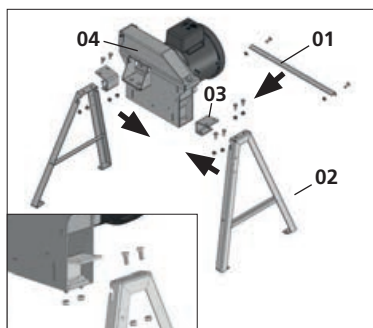

Fig. 01
A continuación, coloque y fije la parte inferior de la placa de conexión (3) en el cuerpo del triturador (4) y la parte superior de la placa en la parte superior del soporte (2) usando los tornillos M8 x 20 mm y las tuercas [Fig. 01].